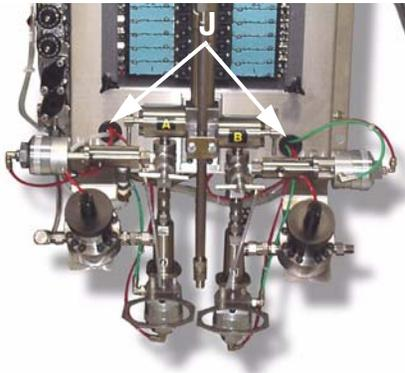

FIG. 19
- Pase los cables de señal a través de los orificios (J - FIG. 19) del panel de fluido Smart y dentro del recinto a través de los alivios de tensión (GG - FIG. 20). Deje suficiente flojedad en el cable de forma que pueda levantar el recinto (K) para revisarlo.